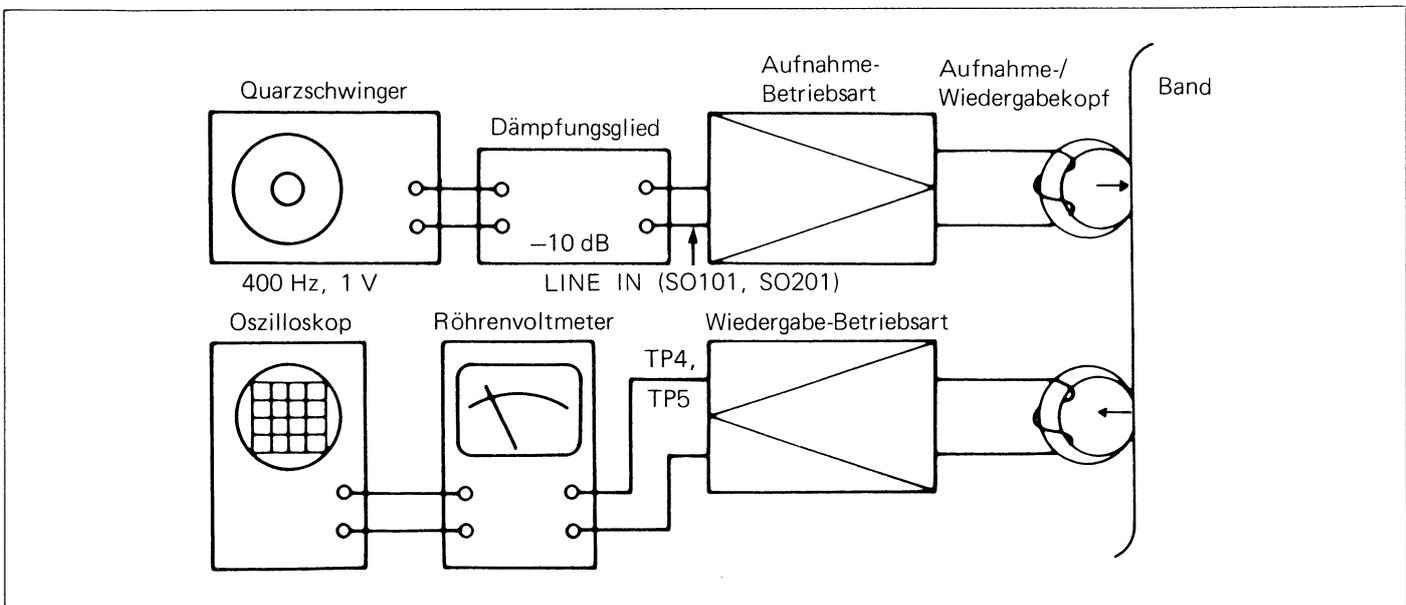

Abbildung 12-2
■ **EINSTELLEN DER AUFNAHME-/WIEDERGABE-EMPFINDLICHKEIT** (Siehe Abbildung 12-2.)